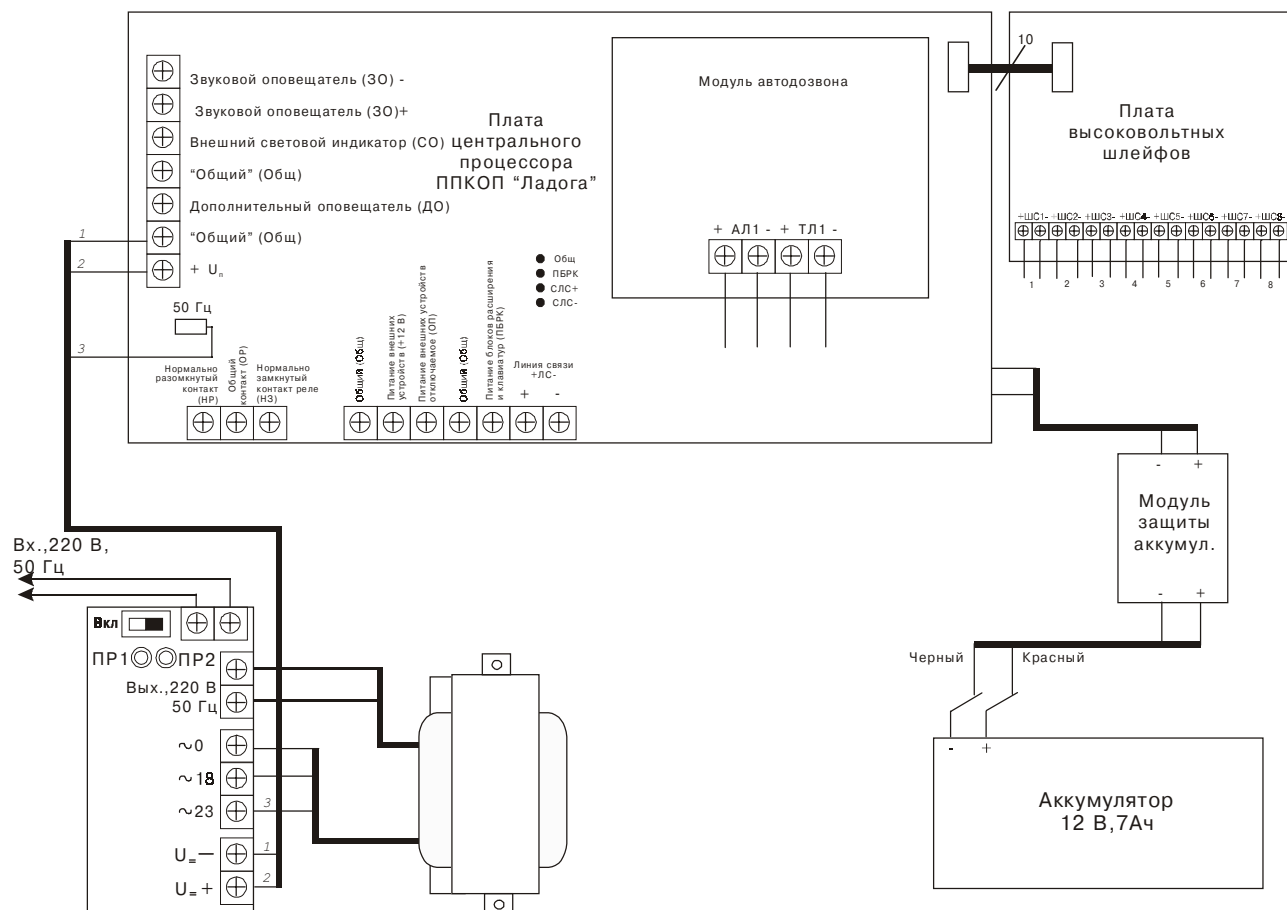

Рис.1
1.3.1.1 Схема подключений БЦ приведена на рис. 1.
На ПЦП расположены контактные колодки для подключения внешних цепей (схема внешних подключений ПЦП приведена на рис. 1).
На плате высоковольтных шлейфов расположены контактные колодки для подключения ШС (схема расположения контактных колодок приведена на рис. 1).